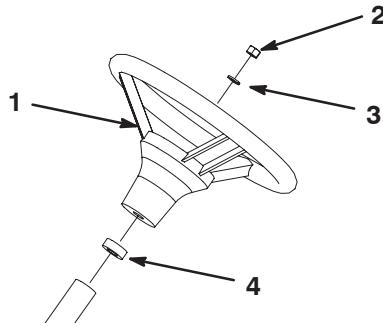

Bild 4
3. Befestigen Sie das Lenkrad mit der Mutter an der Spindel (Bild 4).